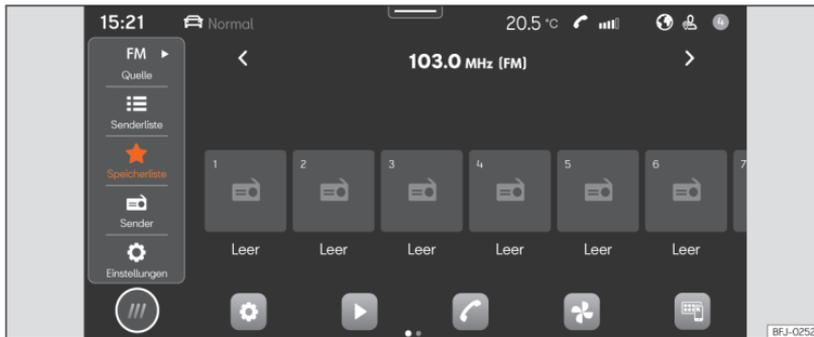

Abb. 132 Schematische Darstellung: Ansicht Radio.
- Drücken Sie **HOME** > >>> **[Abb. 132]**.